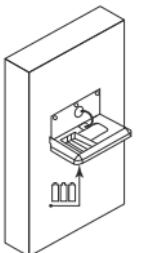

fig. 3/rys. 3/Abb. 3/
10. Вставить в монитор 3 батарейки AAA (не входят в комплект), соблюдая правильную полярность (рис. 3).
- Installer 3 piles AAA dans le moniteur (non fournies) en respectant la polarité (fig. 3).
10. Legen Sie 3 AAA-Batterien in den Monitor ein (nicht im Lieferumfang enthalten) und achten Sie dabei auf die richtige Polarität (Abb. 3).
10. Zainstaluj w monitorze 3 baterie typu AAA (brak w zestawie) pamiętając o prawidłowej polaryzacji (rys. 3)